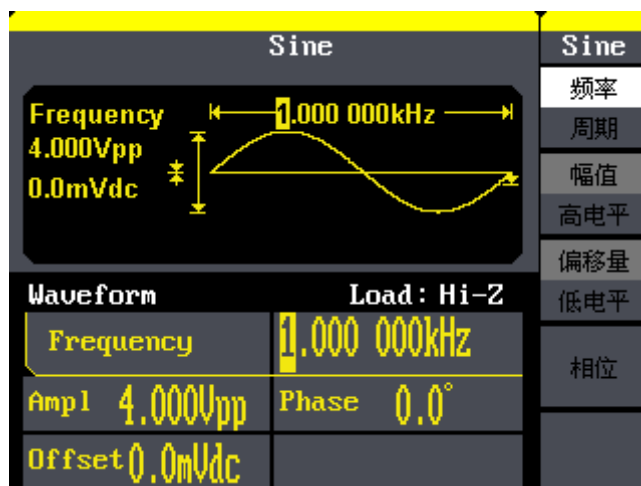

图 1-6 正弦波默认设置界面
使用  按键，波形图标变为正弦波，并在波形类型区中央出现 *Sine* 字样。SDG800 系列可输出 $1\mu\text{Hz}$ 到 30MHz ^① 的正弦波形。设置频率/周期、幅值/高电平、偏移量/低电平、相位，可以得到不同参数的正弦波。如图 1-6 所示，为正弦波的默认设置。
① 输出的正弦波频率根据机器的带宽而定，以下文章提高的方波信号，噪声信号频率也是一样；SDG800 最大带宽为 30MHz 。